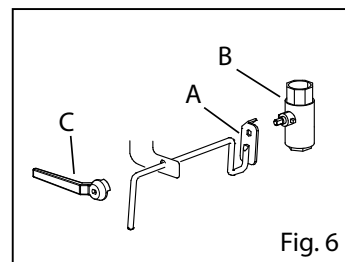

Fig. 6
- Svitare il fissaggio dell'asta rubinetto e sfilarla (Fig. 6/A)
- Svitare il rubinetto (Fig. 6/B)
- Asportare, se presente, la maniglia in dotazione (Fig. 6/C) e mettere dei frenafili sul nuovo rubinetto